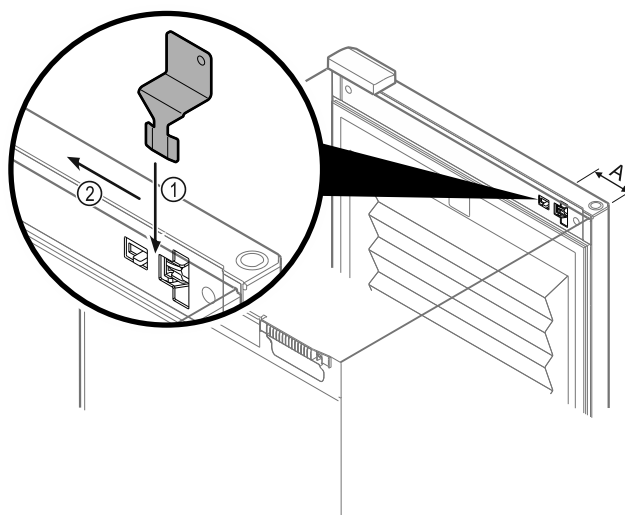

Fig. 136
- ▶ Τοποθετήστε το κλειδί έκτακτης ανάγκης στο προβλεπόμενο σημείο Fig. 136 (A) ≈ 100 mm.
- ▶ Τοποθετήστε το κλειδί έκτακτης ανάγκης Fig. 136 (1) ανάμεσα στην πόρτα και στο σώμα της συσκευής από επάνω μέχρι να τερματίσει.
- ▶ Τραβήξτε το κλειδί έκτακτης ανάγκης προς την πλευρά του μεντεσέ. Fig. 136 (2)